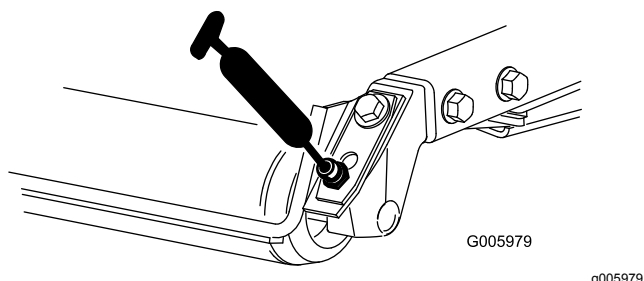

Figura 25
- Cuscinetti a rulli posteriori (2 per apparato di taglio) (**Figura 25**)